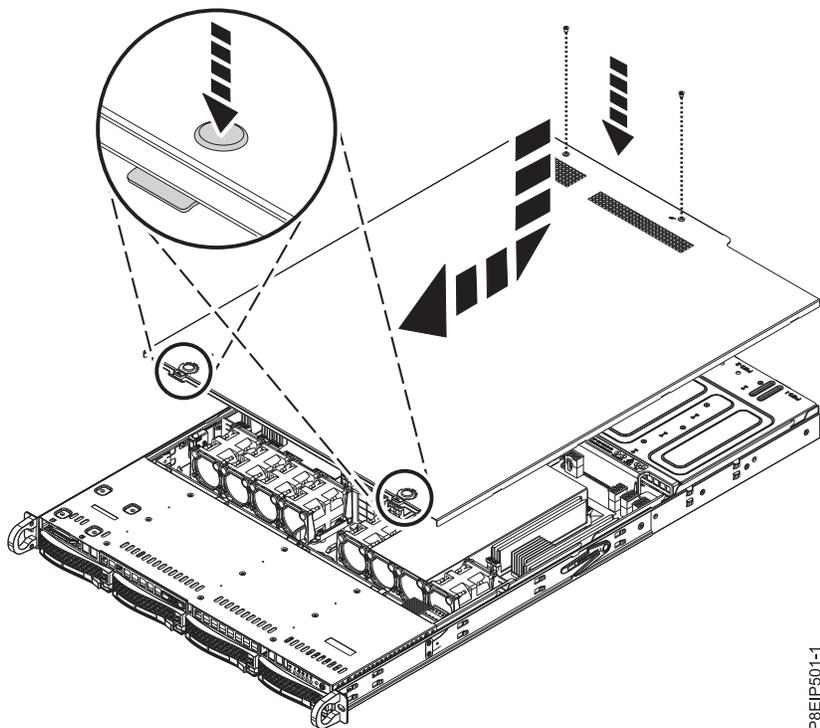

Figura 83. Substituindo e prendendo a tampa
2. Deslize a tampa para frente até que ela trave no lugar, conforme mostrado na Figura 83.